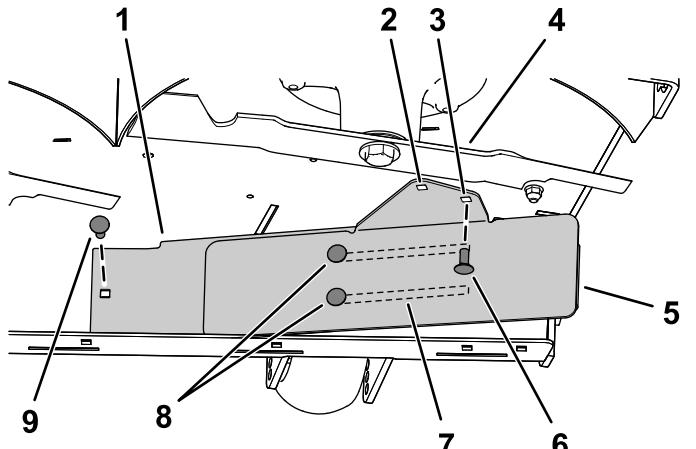

Figura 9
3. Montate il lato sinistro del deflettore utilizzando un bullone a testa tonda (5/16" x $\frac{3}{4}$ ") e un dado (5/16") come illustrato nella Figura 9.
4. Allentate i 2 bulloni a testa tonda (5/16" x $\frac{3}{4}$ ") nelle scanalature del deflettore e fate scorrere il deflettore fino a quando il foro non è allineato al foro nel piatto di taglio (Figura 9).
5. Montate il deflettore come illustrato nella Figura 9.
Importante: Assicuratevi di utilizzare il foro corretto per il deflettore; fate riferimento a Figura 9.
6. Serrate i 2 bulloni a testa tonda (5/16" x $\frac{3}{4}$) nelle scanalature del deflettore (Figura 9).